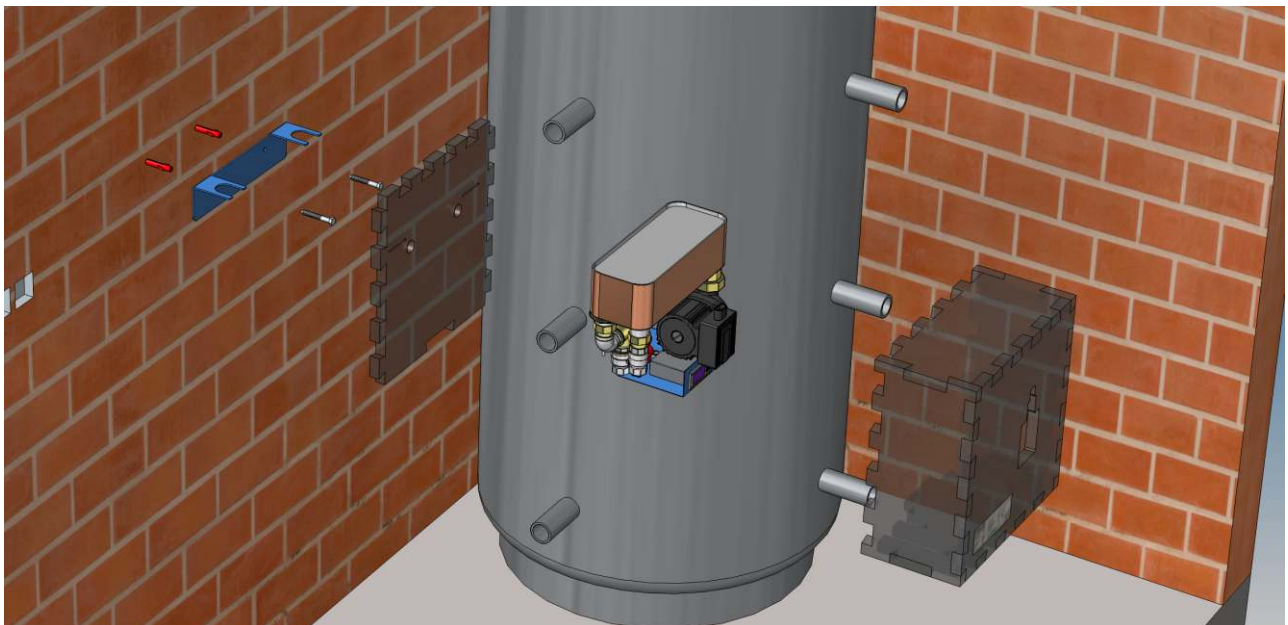

Abb.5.2.3
5.2.3 Station an der Wand montieren (vgl. Abb. 5.2.3)